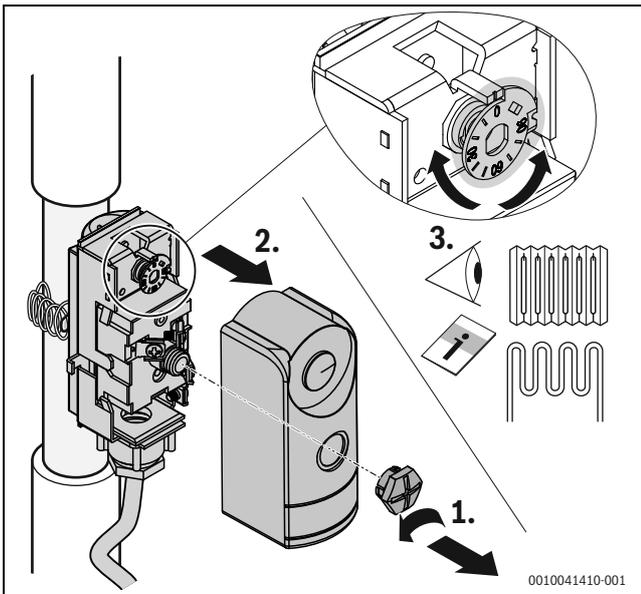

Fig. 19 Réglage de la température
- ▶ Retirer la vis d'arrêt et enlever le cache du thermostat de sécurité (→ fig. 19).
- ▶ Régler la température d'arrêt sur l'échelle du thermostat de sécurité conformément à la conception et la compatibilité de l'installation de chauffage (→ fig. 19). Tenir compte de la température appropriée pour le revêtement de sol.